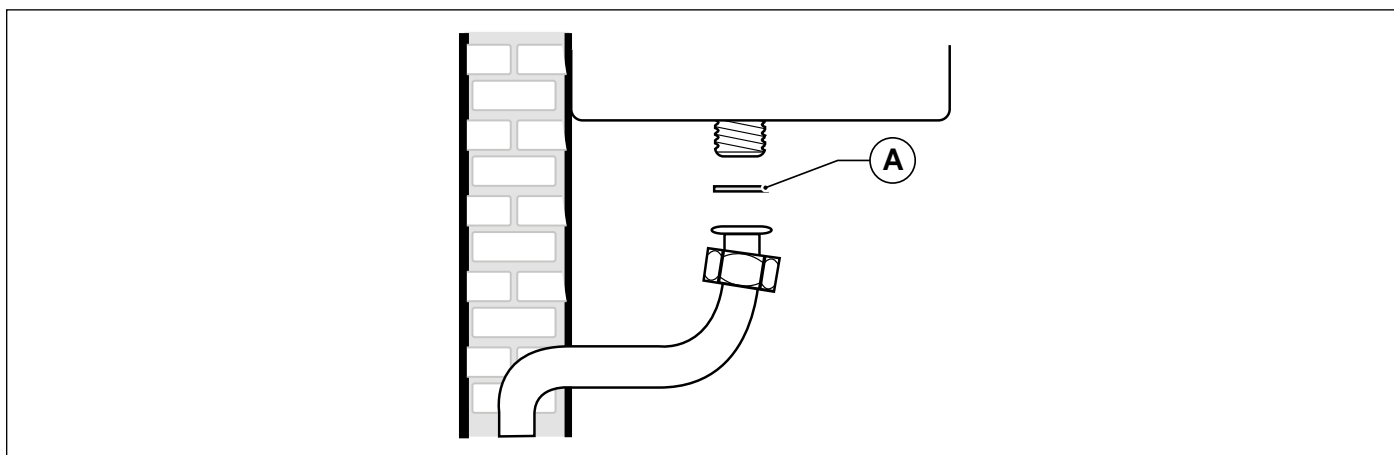

Fig. 22 Allacciamento alla rete del gas
E' **OBBLIGATORIO**, per collegare l'attacco gas della caldaia alla tubazione di alimentazione, interporre una guarnizione (A) a battuta di misure e materiali adeguati (vedi Fig. 22 Allacciamento alla rete del gas).